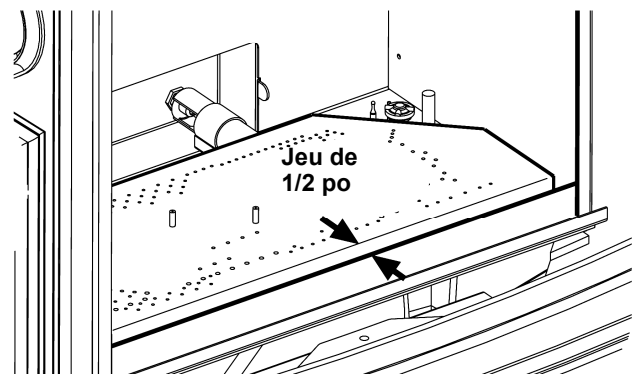

Figure 25. Position correcte du brûleur.
10. **Réinstallez le plateau du brûleur**. Glissez le tube du brûleur sur l'obturateur d'air tel que montré à la fig. 25. Vérifiez que le brûleur est solidement fixé aux 2 brides de fixation à l'avant de la chambre de combustion et repoussez le plateau vers l'arrière de la chambre de combustion. Une fois bien positionné, il doit y avoir 1/2 po (13 mm) de jeu entre le plateau du brûleur et l'avant de la chambre de combustion. Voir fig. 25.